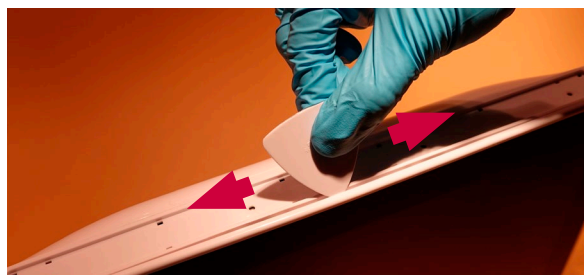

Figura 7 Rilascio dell'alloggiamento posteriore con lo strumento a forma di plettro
f) Rimuovere l'alloggiamento posteriore (Figura 7)